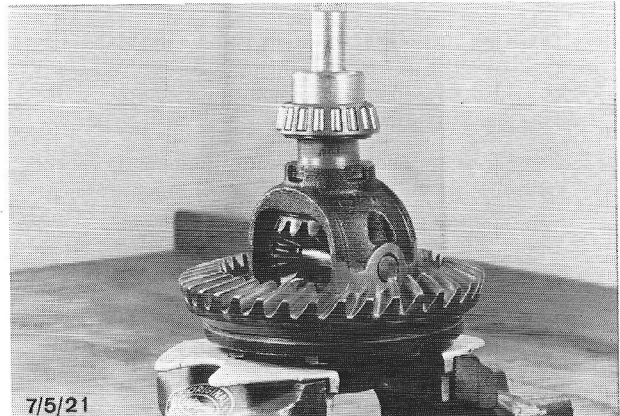

Fig.49 Lager monteren m.b.v. stempel 15-031.
30. Pers eerst het conische rollager zonder shims op de achterzijde van het satellietenhuis. Gebruik hiervoor montagestempel 15-025. Klem het satellietenhuis in een bankschroef (gebruik aluminium bekken) en breng het tweede conische rollager aan (fig.49).